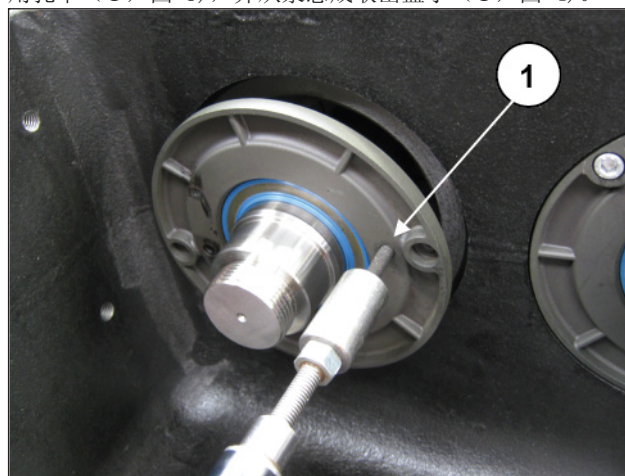
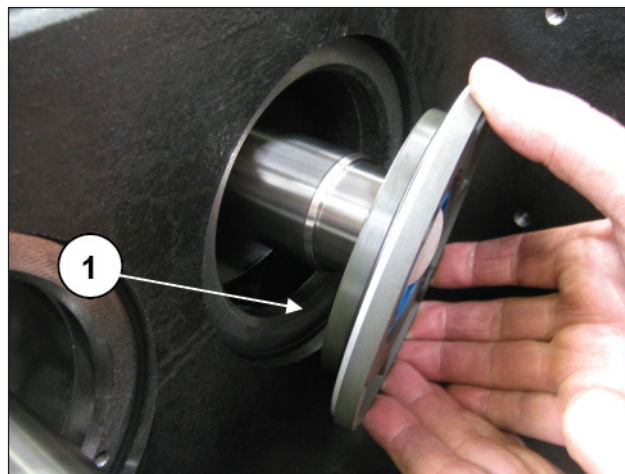

图 3
图 4
通过拔取器拧紧一条螺纹杆或一个M6螺栓到油封盖上的专用孔中(①，图 3)，并从泵总成取出盖子(①，图 4)。